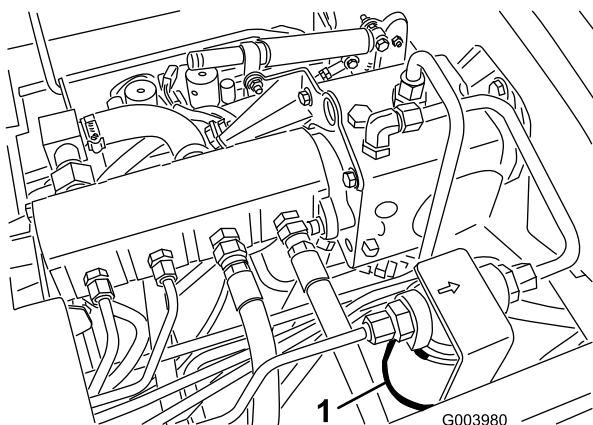
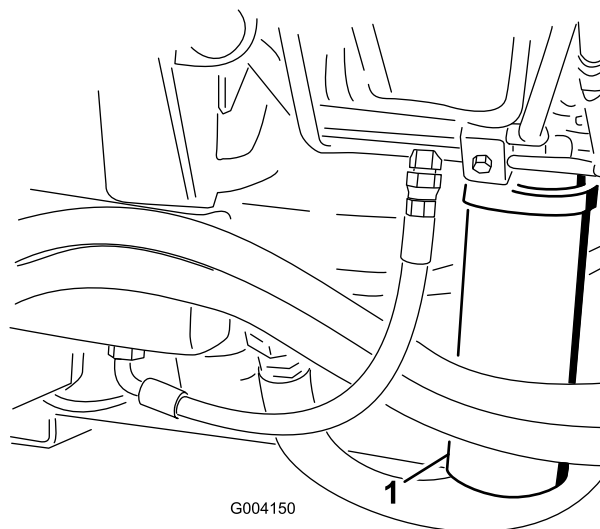

Figura 77
Figura 78
2. Limpie la zona alrededor de la zona de montaje del filtro y coloque un recipiente debajo del filtro (Figura 77 y Figura 78).